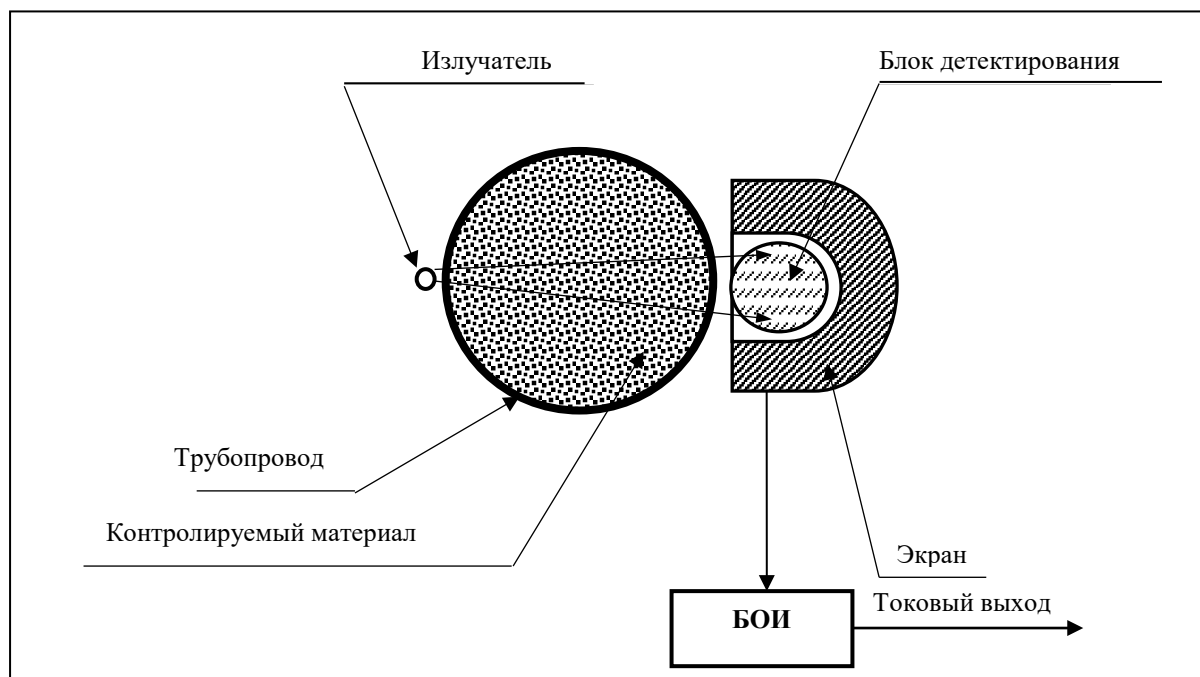

Рис. 1. Структурная схема контроля плотности
1.4.1 Принцип действия плотномера основан на регистрации изменения плотности потока гамма-излучения, вызванного изменением плотности протекающих по трубопроводу пульп или растворов (далее по тексту контролируемых материалов). Регистрация осуществляется блоком детектирования (далее по тексту БД), который устанавливается на трубопроводе в месте расположения чувствительной зоны с противоположной стороны от излучателя. Поток гамма-излучения, исходящий от излучателя, ослабляется контролируемым материалом (см. рис. 1) и регистрируется БД, в котором этот поток преобразуется в последовательность статистически распределённых импульсов со средней частотой следования импульсов прямо пропорциональной плотности потока излучения. Ослабление гамма-излучения (и, соответственно, средней частоты следования импульсов f) происходит в соответствии с известной экспоненциальной зависимостью от плотности D :